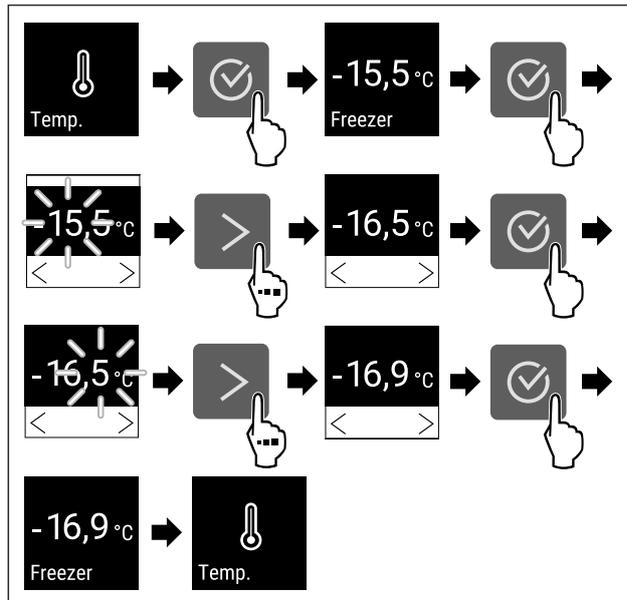

Fig. 66 Temperaturwechsel von -15,5°C auf -16,9°C
- Handlungsschritte (siehe Fig. 66) durchführen.